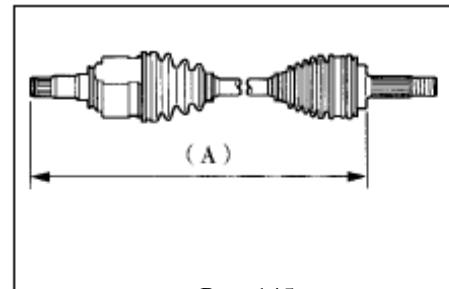

Рис. 145
В таблице ниже приведены требования на размер (A). (рис. 145)